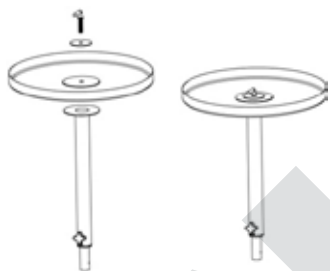

Fig. 2
7. Posez la rondelle plate sur l'orifice sur le dessous du socle. Insérez ensuite la vis de fixation du socle et serrez la vis fermement (Fig. 2).